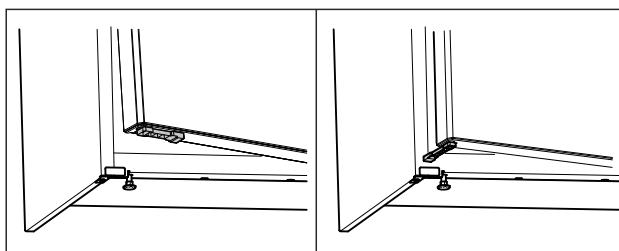

Fig. 54 \*
- Завъртете ограничителя за отваряне на вратата на 90°. (виж Fig. 54) \*